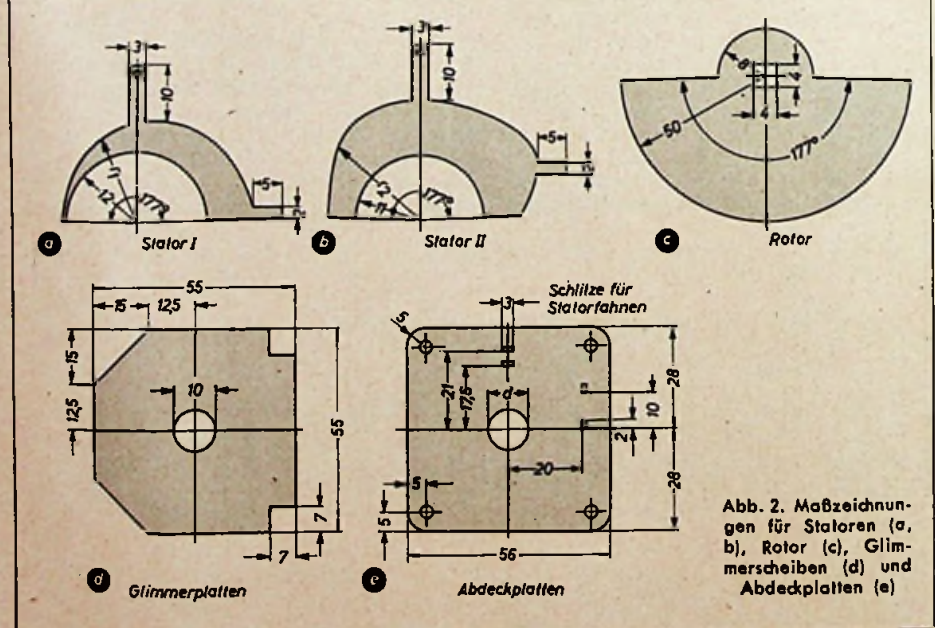

Abb. 2. Maßzeichnungen für Statoren (a, b), Rotor (c), Glimmerscheiben (d) und Abdeckplatten (e)
Abb. 2. Frontplatte; v. l. n. r.: Eingangskreisabstimmung (C_1), Lecherkreisabstimmung (L_3), Anschluß für Taste, Abstimm-scheibenbetätigung des Ausgangskreises (L_5), Antennenkopplung (L_6), Meßwerk (M)
Damit ergaben sich die Werte nach der vor Abb. 2 stehenden Tabelle für die Außenrandabstände vom Drehpunkt bei verschiedenen Winkeln.